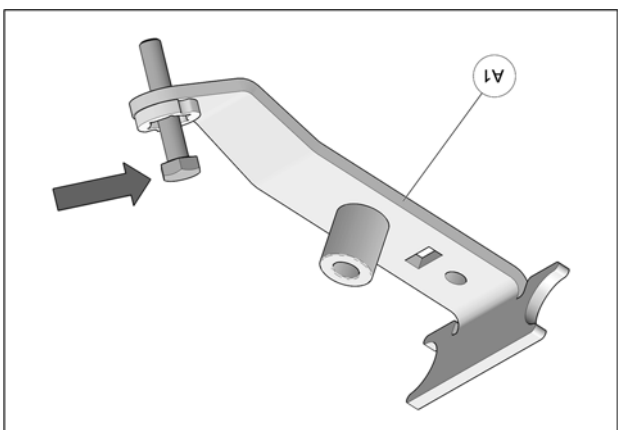

Fig. 10
4. Insérer un boulon à l'extrémité de chacun des ancrages de suspension avant (A1). Voir la Fig. 10